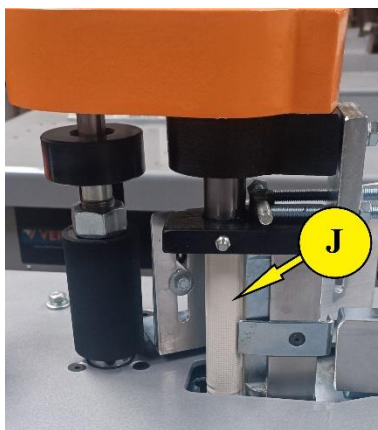

Figura 20 - Eixo recartilhado
- Verifique a quantidade de aplicação de cola pelo eixo do coleiro J, conforme ilustração da Figura 20, recomendamos passar um MDF para avaliar a espessura do fio de cola;